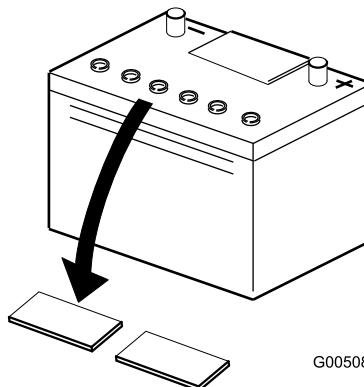

Figura 5
- Limpie la parte superior de la batería y retire los tapones de ventilación (Figura 5).